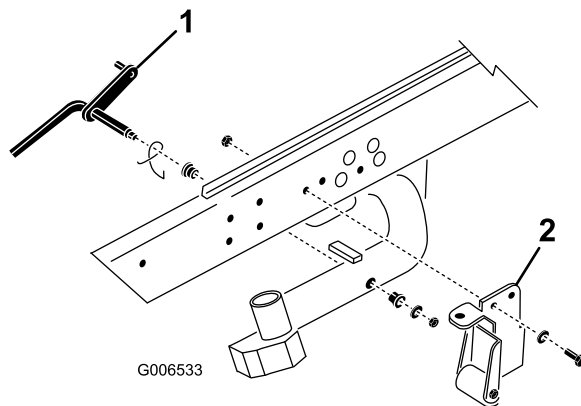

図 3
1. ピボット・ロッドを昇降アーム 2 番に固定しているロックナットとワッシャを外す（図 3）。昇降アームから、ピボット・ロッドとスプリングを取り外す。昇降アーム 1 番および 3 番にも同じ作業を行う。
注 DPAカッティングユニットを使う場合には、ティッパー・ブラケットとティッパー・サポートは必要ありません（図 3）。外しても差し支えありません。